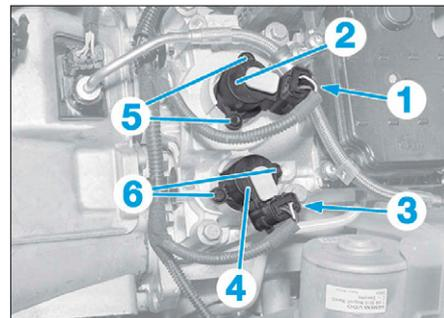

FIG. 19
- le connecteur (1) du capteur de sélection (2) (Fig.19),
- le connecteur (3) du capteur de passage (4).
- les vis (5) du capteur de sélection (2),
- les vis (6) du capteur de passage (4),
- les capteurs de sélection (2) et de passage (4).